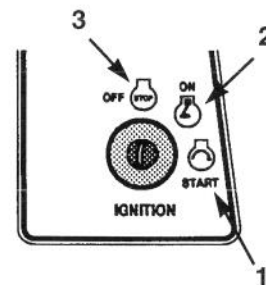

Bild 10
6. Den Zündschlüssel im Uhrzeigersinn drehen und in der "START"-Position halten (Bild 10). Sobald der Motor anspringt, den Schlüssel wieder loslassen.
2. Die Zündung auf "AUS" drehen (Bild 10).